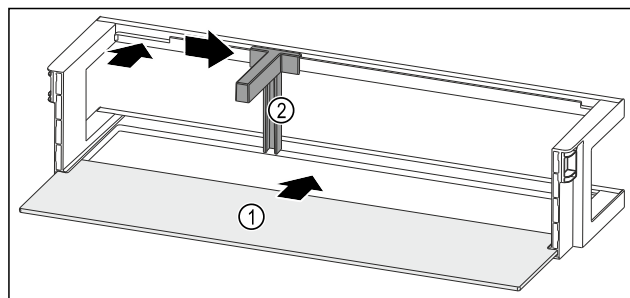

Fig. 96 Polica u vratima s policom za odlaganje
- Policu za odlaganje Fig. 96 (1) gurnite u bočne otvore.
- Držač za boce Fig. 96 (2) umetnite u otvor.
- Držač za boce Fig. 96 (2) pogurnite u željeni položaj na stranu.